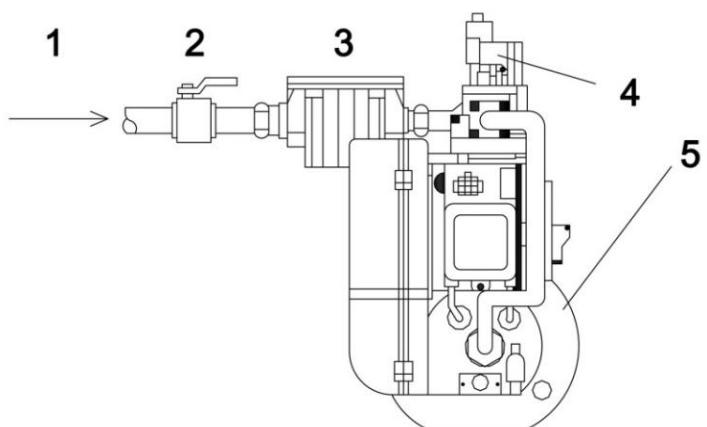

Рис. 21
2. Порядок подключения к котлу ввода природного газа. (Рис. 21)